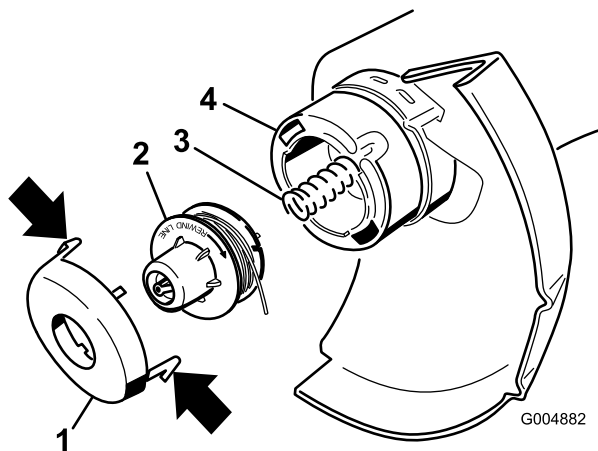

Figura 7
1. Apriete la pestaña de cada lado de la tapa (Figura 7).